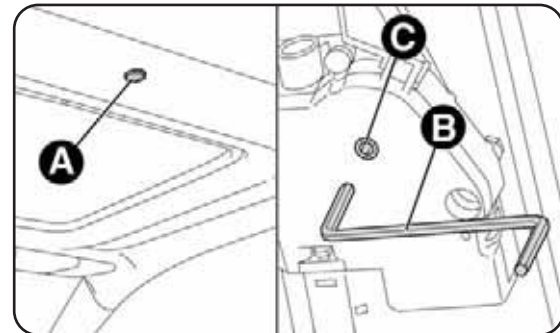

fig. 55
- quite el tapón de protección A-fig. 55 situado en el centro del techo;